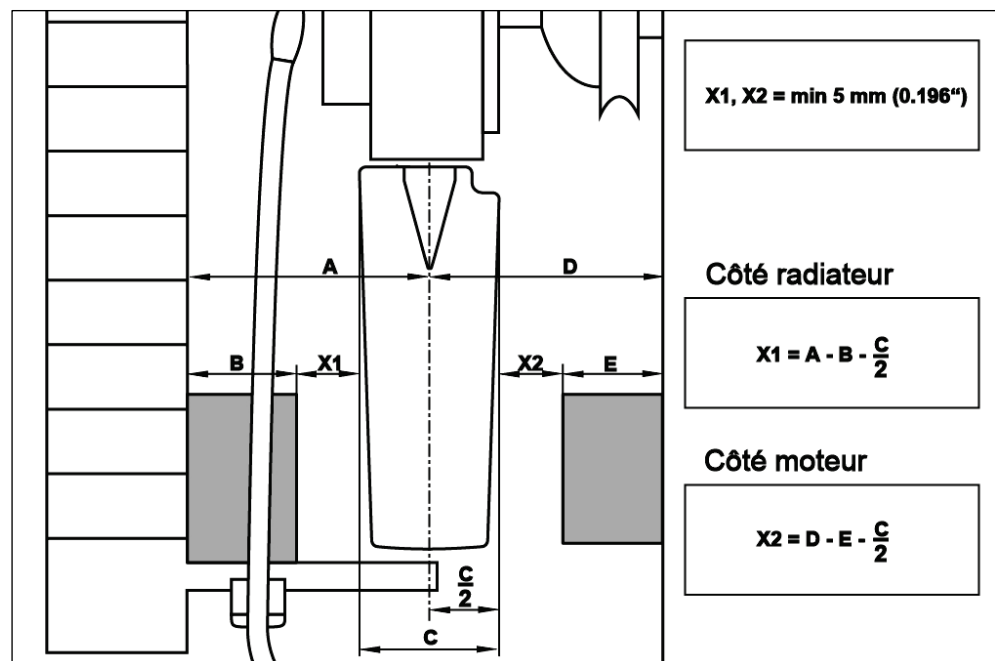

Fig. 39
33) Mesurer si des objets se trouvent dans cette zone (voir Fig. 39).